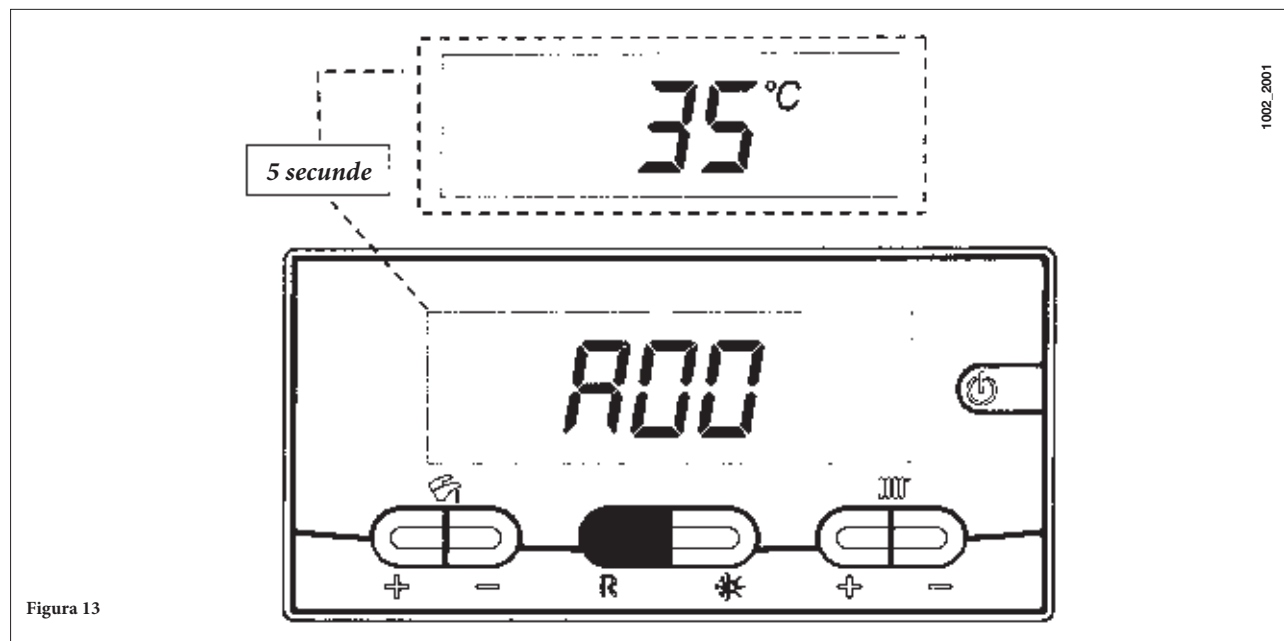

Figura 13
- Apăsați pe butonul  timp de cel puțin 10 secunde, până când pe afișaj apare "A00" (... "A07") care alternează cu valoarea corespunzătoare (de ex. figura 13);